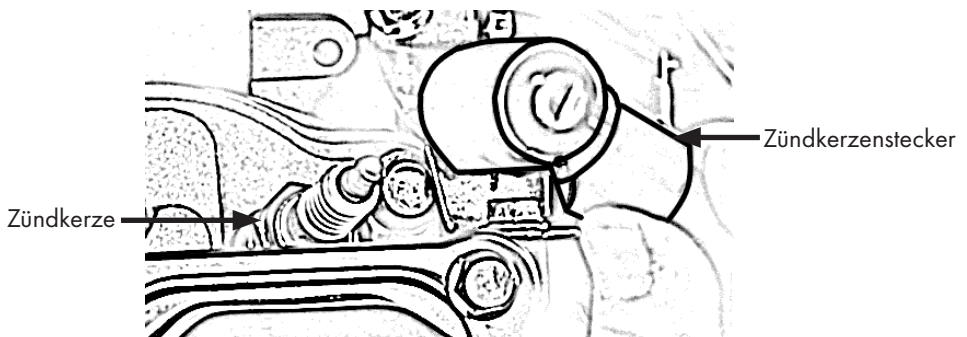

Abbildung 25
- Entfernen Sie das Zündkerzenstecker, Abb. 25.